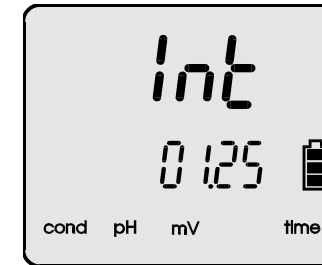

Imagen 31.
- b. *Int* = Intervalo de tiempo para el registro de la memoria en mediciones en serie (imagen 31).